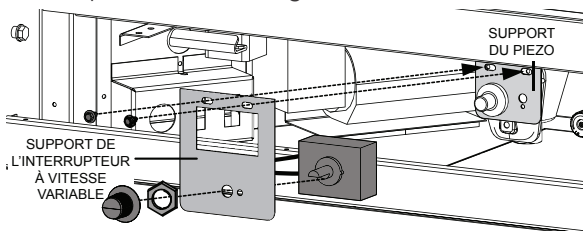

Fig. 3
H. Installez le support IVV puis fixer en place utilisant les deux vis précédemment enlevées, Figure 3. Pour installer l'IVV le support de l'interrupteur à vitesse variable doit être installé, enlever les deux vis du support du piezo.
I. L'interrupteur à vitesse variable (IVV) doit être démonté pour fixer au support IVV pour l'installation. Placez l'IVV entre le support puis fixer utilisant la rondelle de blocage. Prenez le bouton de l'interrupteur et installez-le en position, voir la Figure 3.